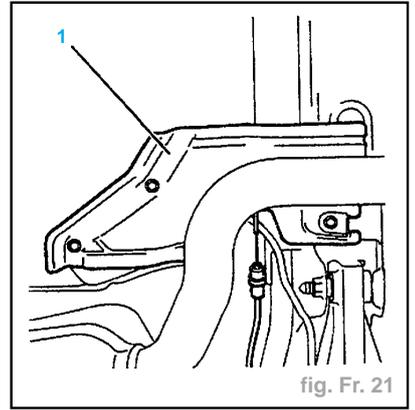

fig. Fr. 21
- Déposer la tôle pare-chauffeur (1) (fig. Fr. 21).
- Reposer la tôle pare-chalear (1) (fig. Fr. 21).